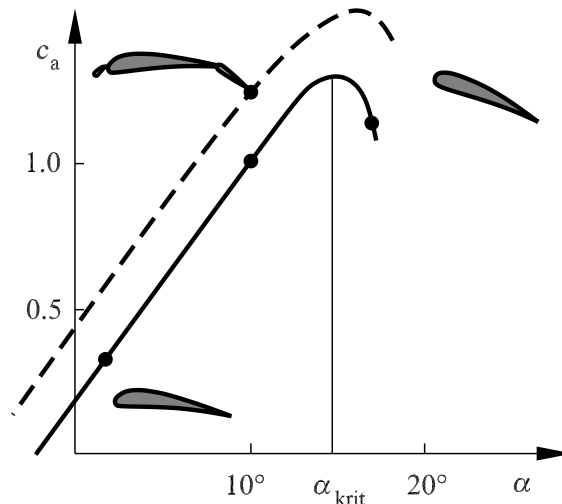

Abb. 7.2: Auftriebsbeiwert c_a in Abhängigkeit des Anstellwinkels α
Es wird ein Unterschallprofil bei der Anström-Mach-Zahl M_∞ betrachtet. In Abbildung 7.2 ist der zugehörige Auftriebsbeiwert c_a in Abhängigkeit des Anstellwinkels α aufgetragen. Durch Vergrößerung des Anstellwinkels wird der Auftriebsbeiwert erhöht.
- Bei Start und Landung eines Verkehrsflugzeuges wird bei verringerter Fluggeschwindigkeit die Fläche des Flügels mit Landeklappen an der Vorder- und Hinterkante des Profils erhöht, um den Auftriebsbeiwert c_a zu vergrößern (siehe gestrichelte Kurve in Abbildung 7.2). Gleichzeitig wird der Anstellwinkel α des Profils auf $\alpha \approx 10^\circ$ vergrößert.